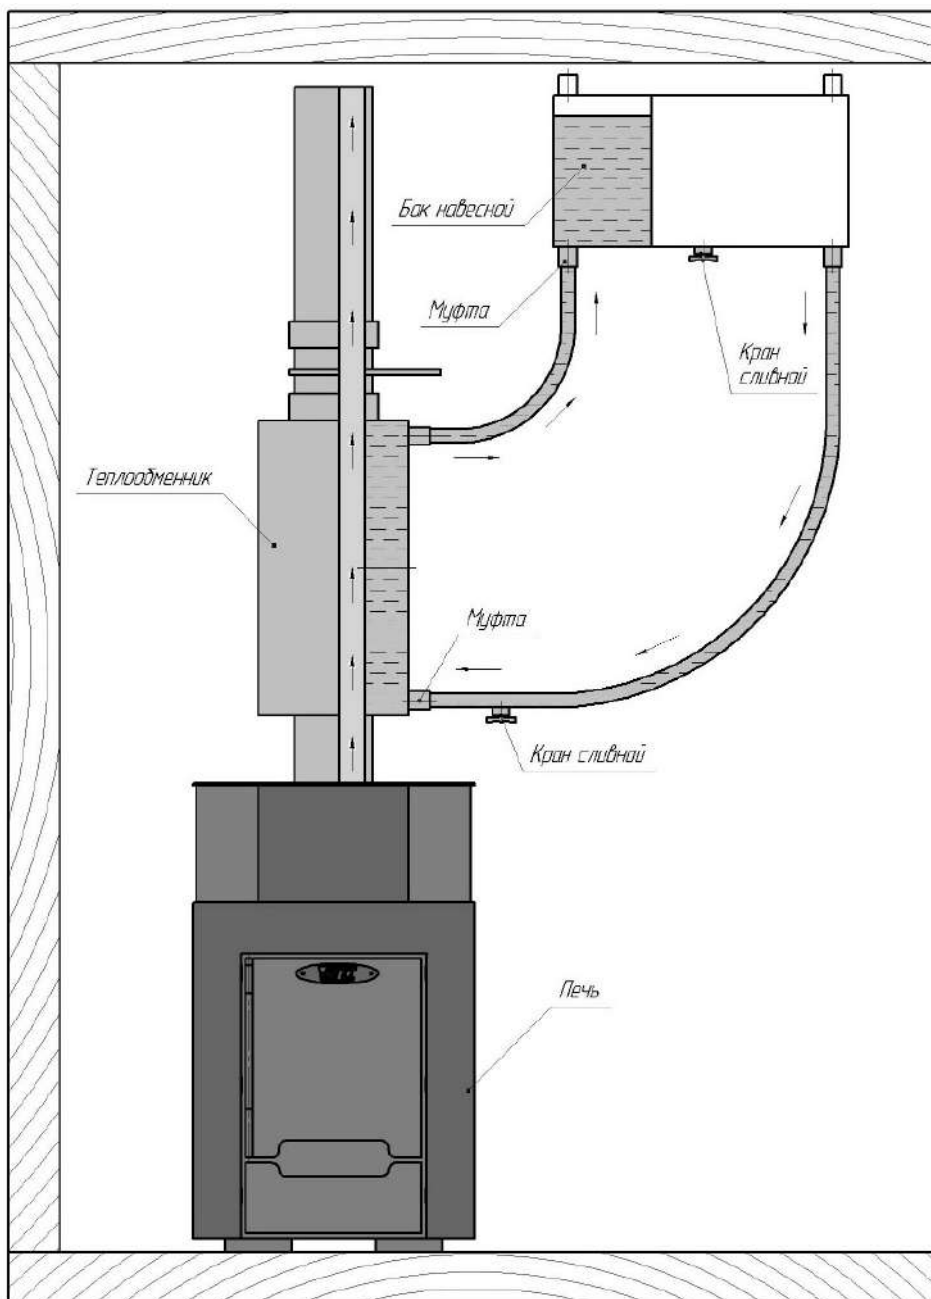

Рисунок 3: Вид спереди: подключение бака для горячей воды к банной печи газо-дровяной банной печи «Диана» («Диана Мини», «Диана Порта»)
- на печь устанавливается теплообменник, который подсоединяется к выносному баку – это отдельно весящий бак, который может быть размещен, в любом удобном месте или помещении (рисунок 3).